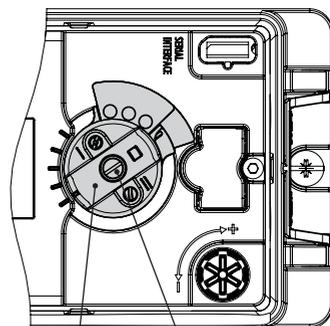

图 5-5: 轴锁
- 请勿使用锁紧螺钉转动定位器轴旋钮。只能用手转动旋钮（请参见图 5-5）。
5. 检查 M 操纵杆 (1) 上从动销钉 (2) 的销钉位置。参阅行程表了解连接类型。如果需要, 请更改销钉位置 (请参见第 5.4 章)。
6. 将模制密封件 (15) 插入定位器外壳的构槽, 然后在外壳背部插入密封件 (10.1)。
7. 将定位器放置在盖板 (10) 上, 使从动销钉 (2) 位于从动夹具 (3) 的顶部。相应地调节操纵杆 (1), 然后打开定位器盖板以将定位器轴在轴锁处固定到位 (图 5-5)。操纵杆 (1) 必须停靠在加有弹簧力的从动夹具上。使用两颗紧固螺钉将定位器固定在盖板 (10) 上。
8. 在另一侧安装护盖 (11)。安装控制阀时, 请确保排气塞位于底部, 以使收集到的冷凝水顺利排出。
4. 检查 M 操纵杆 (1) 上从动销钉 (2) 的销钉位置。参阅行程表了解连接类型。如果需要, 请更改销钉位置 (请参见第 5.4 章)。
5. 将模制密封件 (15) 插入定位器外壳的沟槽。
6. 将定位器放置在盖板上, 使从动销钉 (2) 位于从动夹具 (3) 的顶部。相应地调节操纵杆 (1), 然后打开定位器盖板以将定位器轴在轴锁处固定到位 (图 5-5)。操纵杆 (1) 必须停靠在加有弹簧力的从动夹具上。